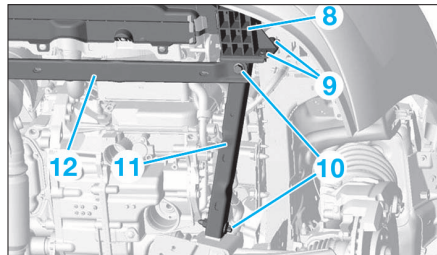

FIG. 14
- les vis (9) et (10), de chaque côté (Fig.14).